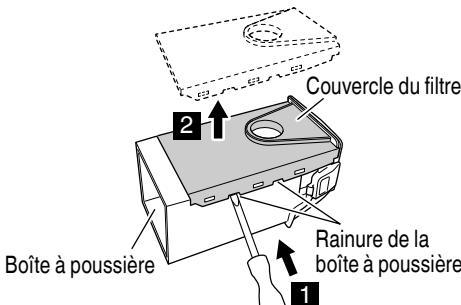

Fig. 16
## 6. Remplacement du filtre (Fig. 16, 17, 18)
- Insérer un tournevis à lame plate dans la rainure située sur le côté du couvercle du filtre, puis retirer le couvercle du filtre. (Fig. 16)